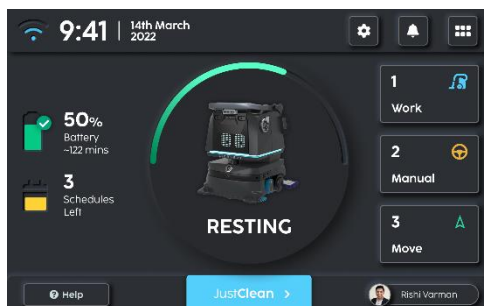

Fig. 11
6. L'écran tactile du robot reviendra à la page « Home (Accueil) » une fois le point d'accueil quitté (Fig 11).
8. L'écran tactile du robot reviendra à la page « Home (Accueil) » une fois le point d'accueil quitté (Fig 11).